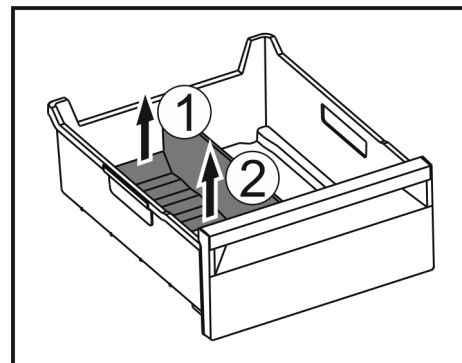

Fig. 102
- ▶ Підняти задню частину перегородки відділення для льоду. Fig. 102 (1)
- ▶ Вилучити перегородку рухом вгору. Fig. 102 (2)